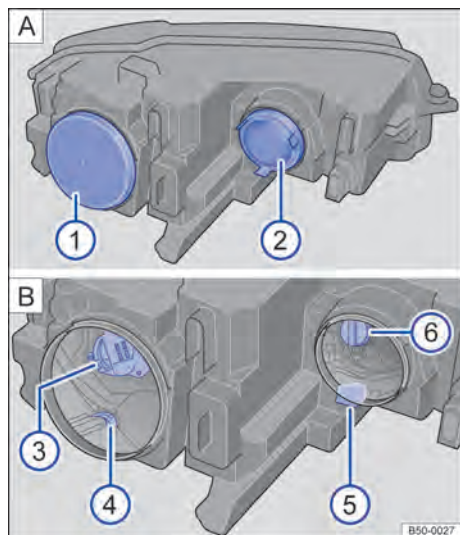

Fig. 216 No compartimento do motor: **A** coberturas e **B** lâmpadas no farol dianteiro esquerdo.
3. Remover a respectiva cobertura de borracha no lado de trás do farol → Fig. 216 1 e 2 A.
7. Instalar a respectiva cobertura de borracha no lado de trás do → Fig. 216 1 e 2 A.